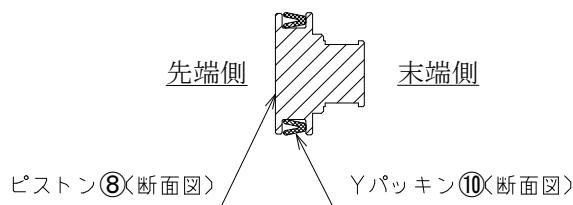

図2. 組付け時のYパッキンの向き
- 註) (1) ☆印面はシール面となるために、傷、ゴミ等のないことを確認して組み付けてください。
- (2) オリフィス部・シール面にゴミ・異物が付着していない事を確認してください。
- (3) スプリング(Φ13.2)⑮は、ピストンプラグ⑨とスプリング内径部がきちんとはめ込まれていることを確認して組み付けてください。
- (4) ピストン⑧とYパッキン⑩を組み付ける際は向きに注意してください。
(Yパッキン⑩の溝をピストン⑧の先端側に向けて組み付けてください。) (図2参照)